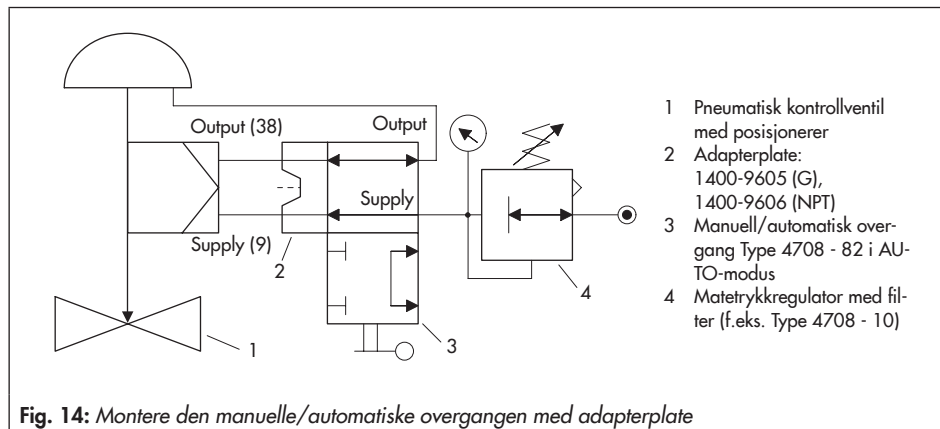

Fig. 14: Montere den manuelle/automatiske overgangen med adapterplate
- Koble opphenget for posisjoneringen og aktuatoren som vist i Fig. 14.